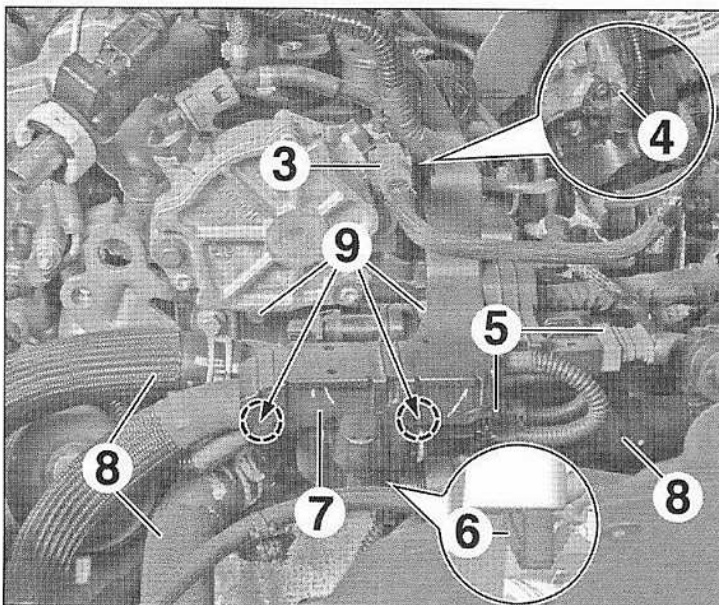

FIG.33
- les vis (1),
- le bac à batterie (2).
- Débrancher le raccord (3) sur la pompe à vide (Fig.33).
- Débrancher les connecteurs (5).
- A l'aide d'un petit tournevis plat, déverrouiller l'agrafe (6).
- Soulever et écarter le guide de faisceau électrique (7).
- Débrancher et obturer les durits (8).
- les vis (9),